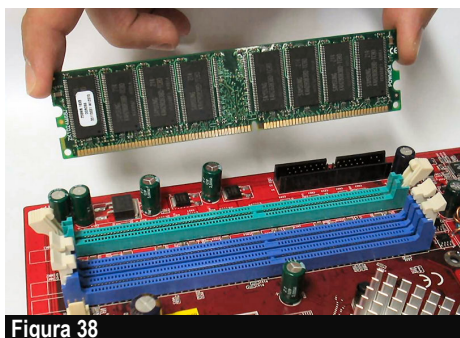

Figura 38
- 2) Colocar o módulo cuidadosamente sobre o soquete. Alinhe os chanfros do soquete com os chanfros do módulo (figura 38).